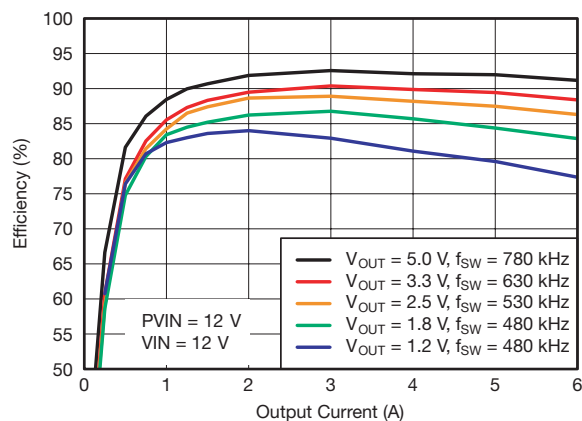
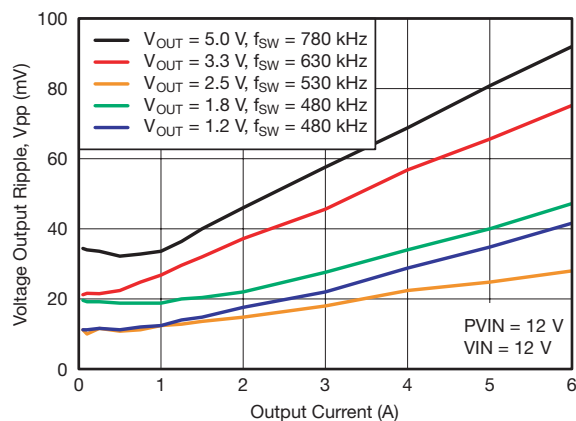
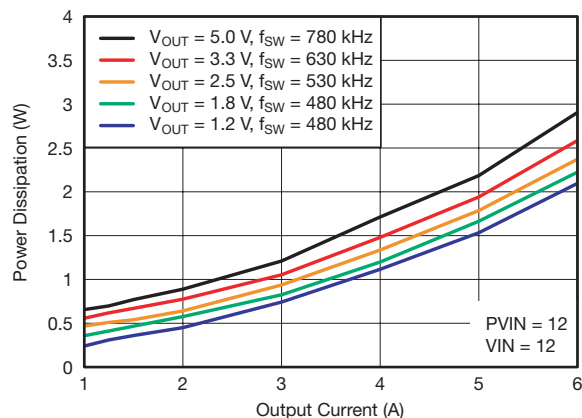

図 1. 効率 対 出力電流
図 2. 電圧リップル 対 出力電流
図 3. 消費電力 対 出力電流
- (1) 電気的特性データは、25°Cでテストした実際の製品から求めたものです。このデータは、コンバータの代表的なデータと考えられます。図1、図2および図3に対して適用されます。